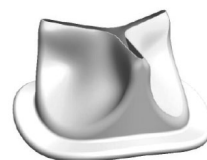

図3
- (6) 生体弁に損傷等がないか確認する。弁尖部は植込み時には接合していない（心周期下では接合する）（図3）。